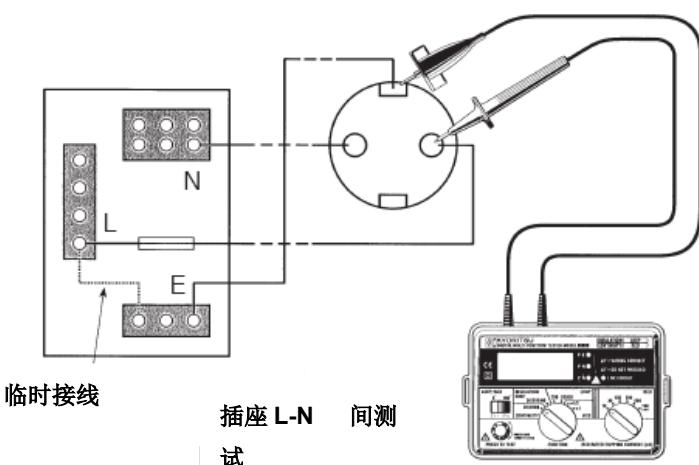

Fig 3
3. 将测试导线连接到所需测量的回路 (参见图 3)。首先确保被测线路没通电。